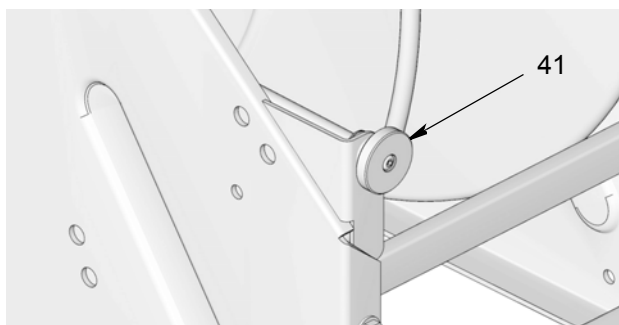

FIG. 26
Ruotare la manopola del freno (41) (FIG. 26) a sinistra o a destra per allentare o aumentare la tensione del freno.
- Ruotare la manopola (41) a destra per aumentare o fissare la tensione del freno.
- Ruotare la manopola (41) a sinistra per ridurre o allentare la tensione del freno.